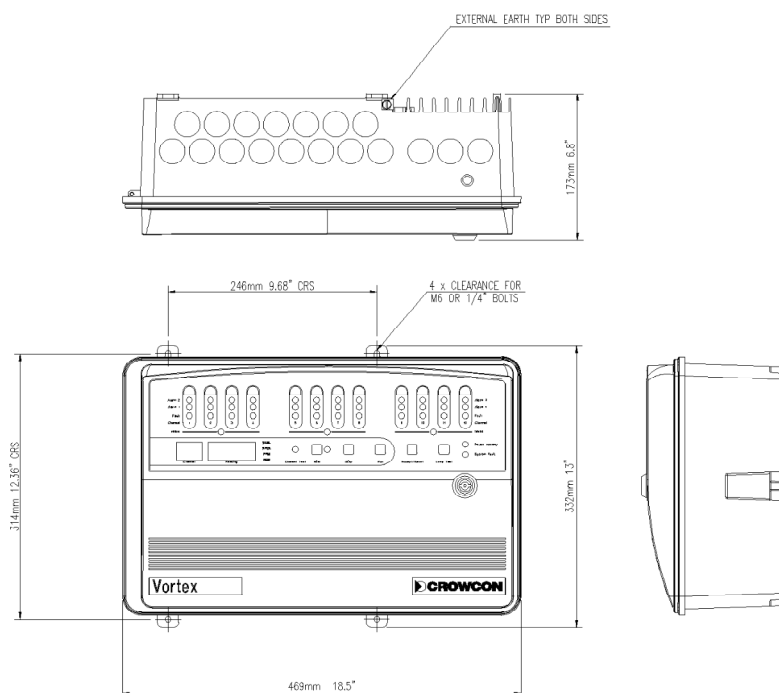

Abbildung 2: Vortex System in Standardgehäuse
3. Bringen Sie das Gehäuse oder den Schrank in seiner endgültigen Position an. Beachten Sie hierbei auch Punkte wie Standort, Verkabelung und Erdung, wie in den Abschnitten 3.6 und 5.2 sowie in Anhang F erörtert. Ein Standardgehäuse wird mithilfe von Schrauben durch die zwei oberen Aufhängösen an der Wand montiert. Zwei weitere Schrauben durch die unteren beiden Aufhängösen fixieren es an der Wand. (Siehe Abbildung 2)